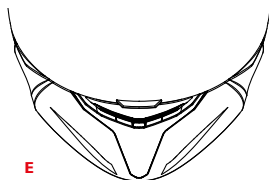

FIGURE 2
## PRISE D'AIR FRONTALE MENTONNIERE — E — Figure 2/3
- Figure 2: prise d'air complètement fermée.